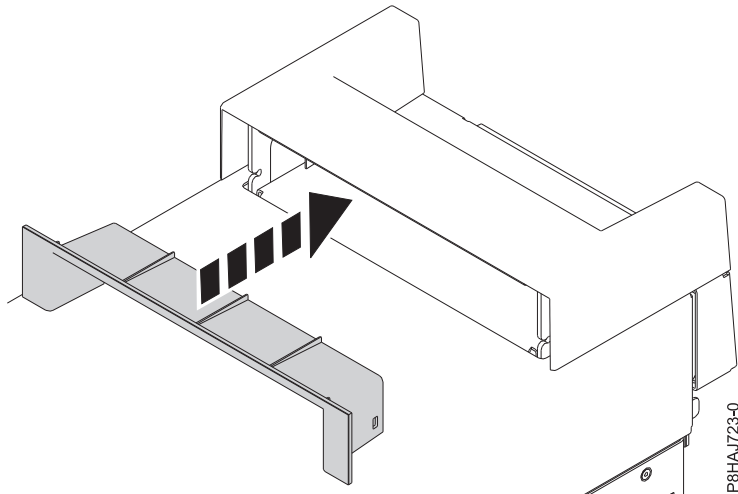

Figure 25. Insertion de la pièce plastique dans la poignée sur un système autonome 8286-41A
2. Insérez la pièce plastique (garniture intérieure) dans la poignée en la poussant fermement comme illustré figure 25, à la page 44.